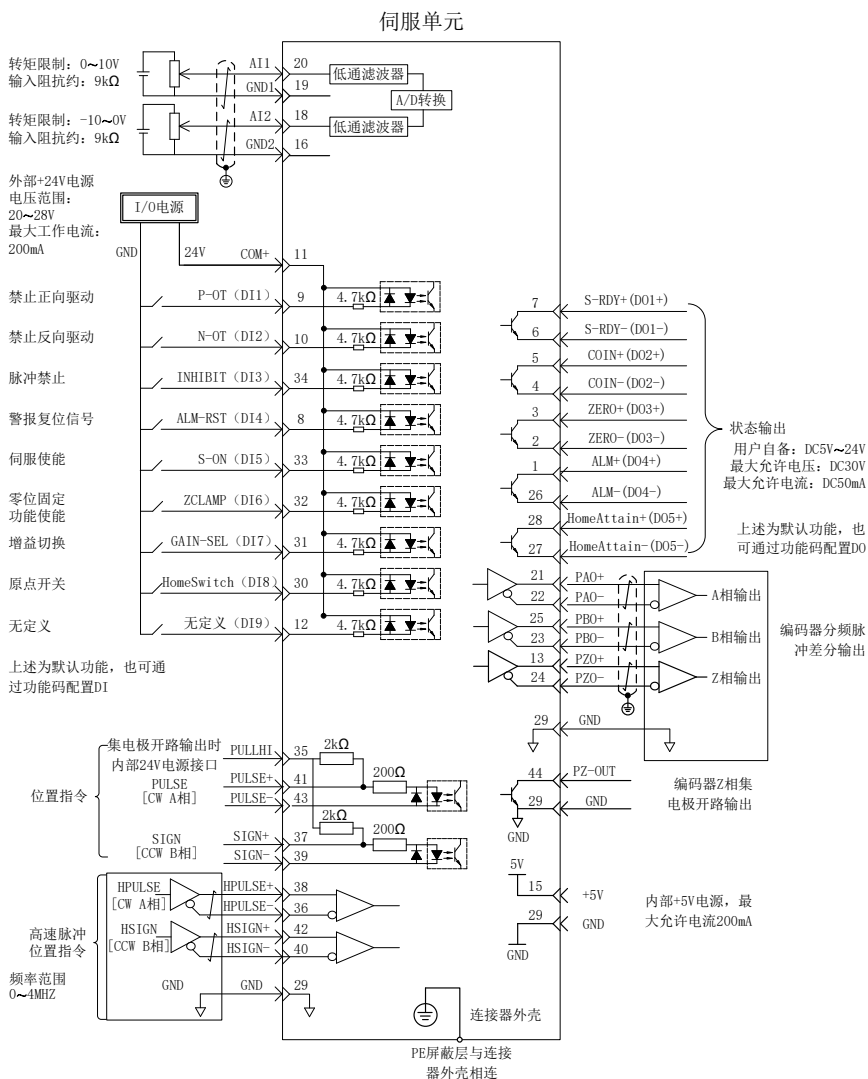

图 4-2 位置模式配线图
3. 参考图 4-2 配线说明连接 CN2 端子中的脉冲方向输入和脉冲指令输入以及必要的 DI/DO 信号，如伺服使能，定位完成信号等。